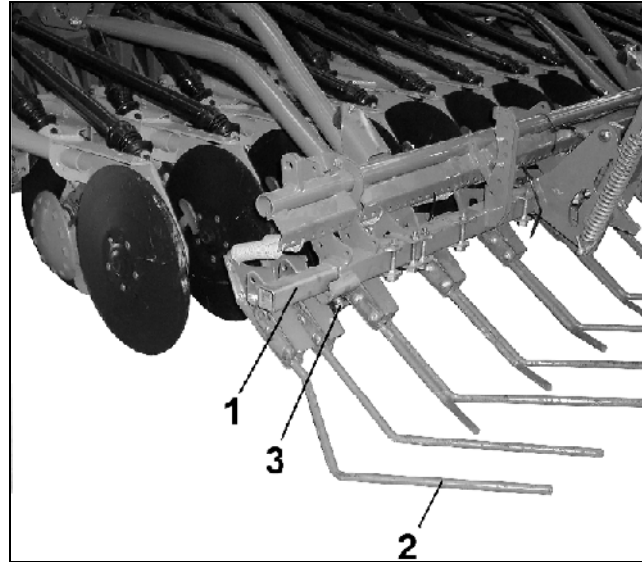

Fig. 27
Præcisionsstriglen (Fig. 27) dækker såsæden, der er lagt ned i furerne, med et ensartet lag løs jord og jævner jorden.
- Yderste strigleelement (Fig. 27/2) indstilles således, at jorden føres tilbage, således at man opnår et såbed uden spor.
- Jo højere, kørehastigheden er, desto længere skal firkanttrøret (Fig. 27/1) justeres udad.
- Firkanttrørene med de yderste strigleelementer sikres i arbejdspositionen ved hjælp af klemskruer (Fig. 27/3).